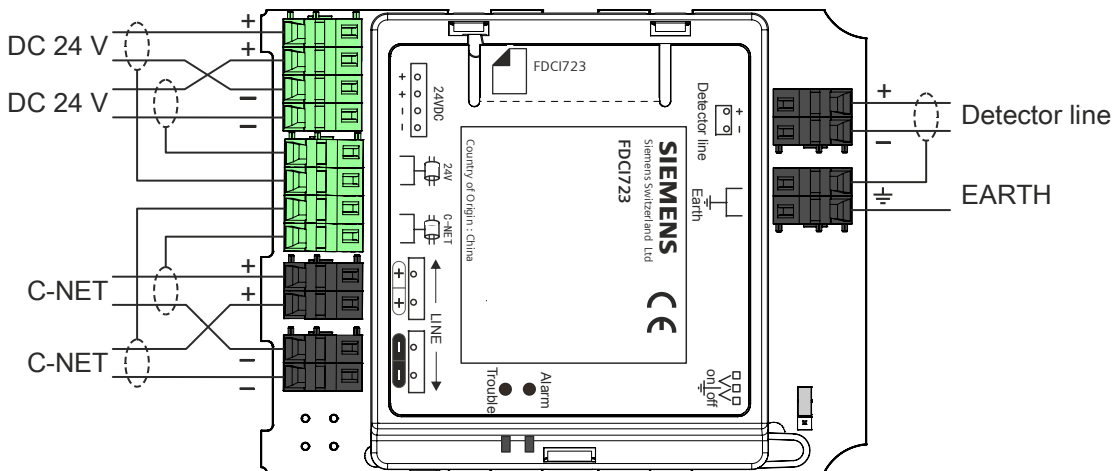

Fig. 7
1. Connect the cables to the terminals according to the pin assignment (Fig. 7). Only connect **one** wire per terminal.
1. Schließen Sie die Kabel gemäß der Anschlussbelegung an den Klemmen an (Fig. 7). Schließen Sie pro Klemme nur **einen** Draht an!
1. Raccordez le câble aux bornes conformément à l'affectation des connexions (fig. 7). Ne raccordez qu'un fil par borne !